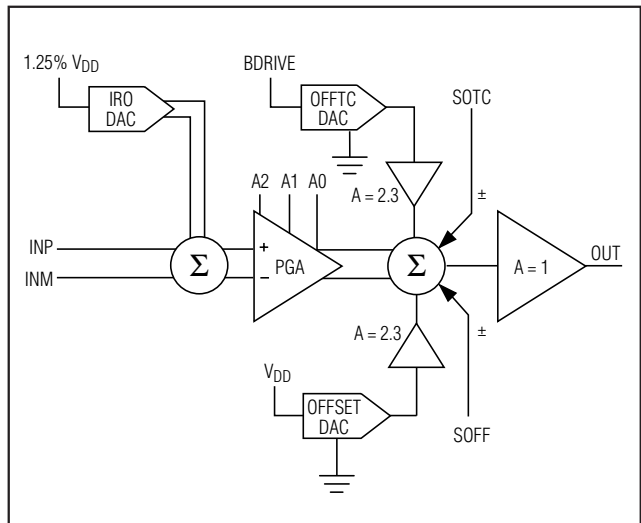

図2. 信号経路ブロック図
オフセットTC DACを使って、出力加算ジャンクションに加えられるBDRIVE電圧の量を調節して下さい(図2)。
- 差動からシングルエンドへの出力バッファ(図2)